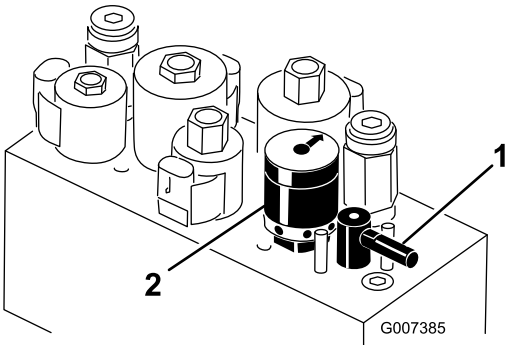

Figura 32
- 4. Para ajustar a velocidade dos cilindros, rode o manípulo (Figura 32) até que as setas indicadoras fiquem alinhadas com o número que designa o ajuste desejado.